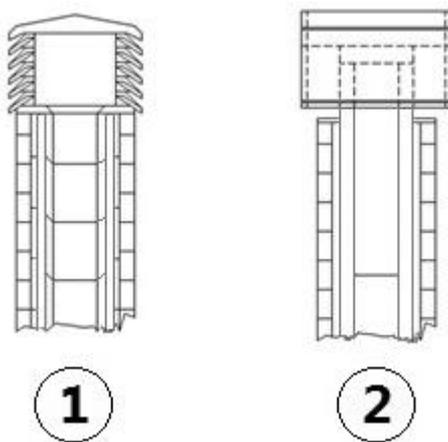

Fig. 6 - Sortie de toit
- Il est conseillé de choisir une souche de type anti vent, voir Fig. 6.